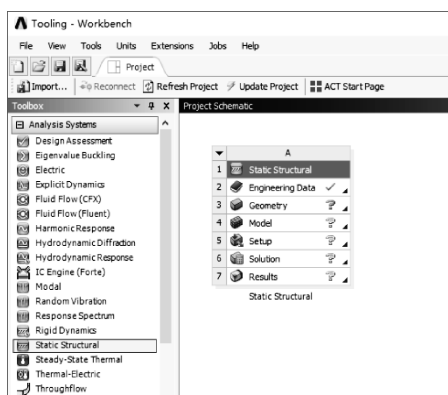

图 1-17 创建结构静力分析
(1) 在工具箱【Toolbox】的【Analysis Systems】中双击或拖动结构静力分析【Static Structural】到项目分析流程图,如图 1-17 所示。
(2) 在 Workbench 的工具栏中单击【Save】,保存项目实例名为 Tooling.wbpj。工程实例文件保存在 D:\AWB\Chapter01 文件夹中。